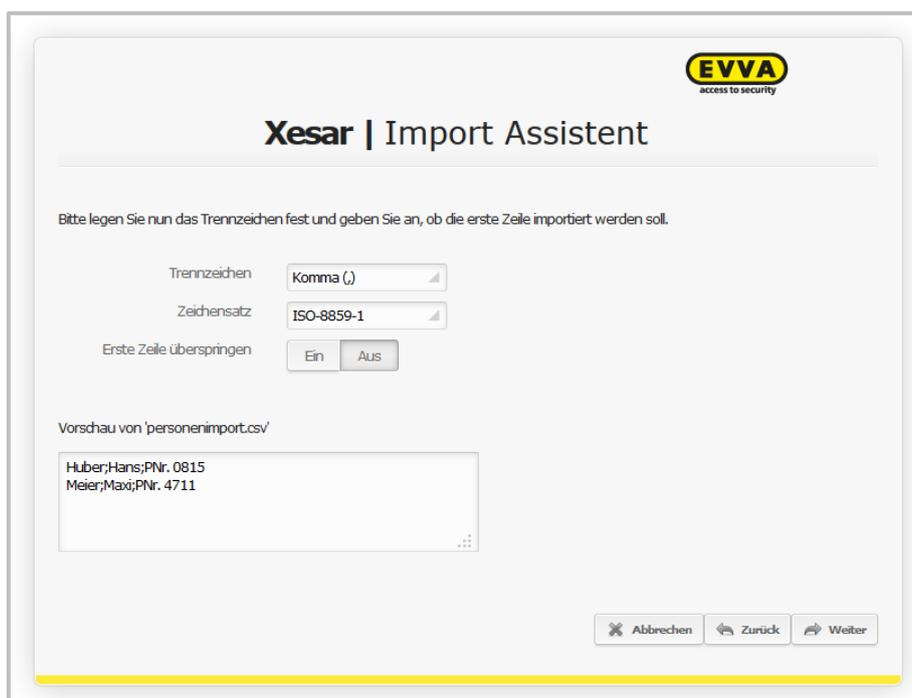

Abbildung 116: Import Assistent – Format
- Mit einem Klick auf **Weiter** ③ gelangen Sie zu den Formateinstellungen des Import Assistenten (Abbildung 116: Import Assistent – Format).
- Wählen Sie über das Dropdown-Menü den gewünschten **Trennzeichen/Zeichensatz** aus, um das Format anzupassen – Sie erhalten eine Vorschau der importierten Personen (Abbildung 116: Import Assistent – Format).